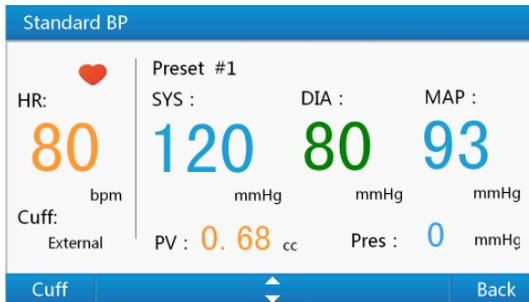

Figura 16 Interfaccia di simulazione della BP in condizioni standard
- 1) Selezionare **“Standard BP”** all'interno del **menu “BP Simulation”** o utilizzare il tasto numerico **“4”** per accedere all'interfaccia di simulazione della BP in condizioni standard mostrata nella Figura 16.